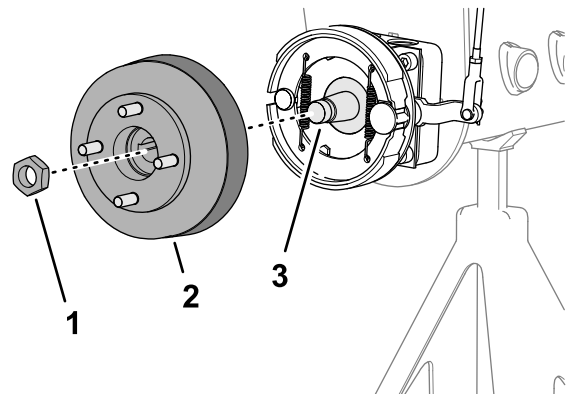
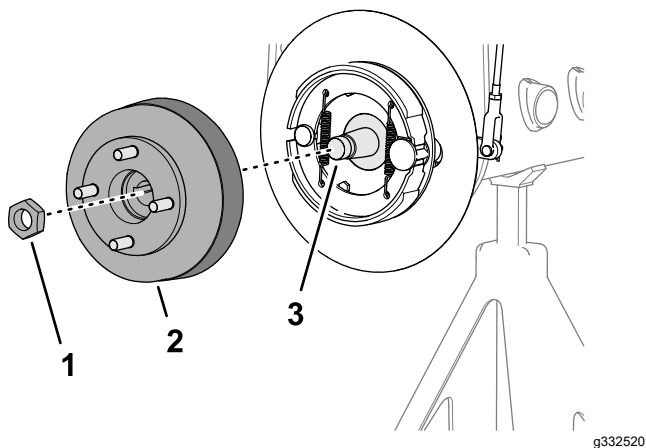

Figura 72
Figura 73
- Monte el cubo de la rueda y el tambor de freno en el eje del motor de rueda (Figura 72 o Figura 73).
- Sujete el cubo de la rueda al eje con la contratuerca (Figura 72 o Figura 73), y apriete a mano.